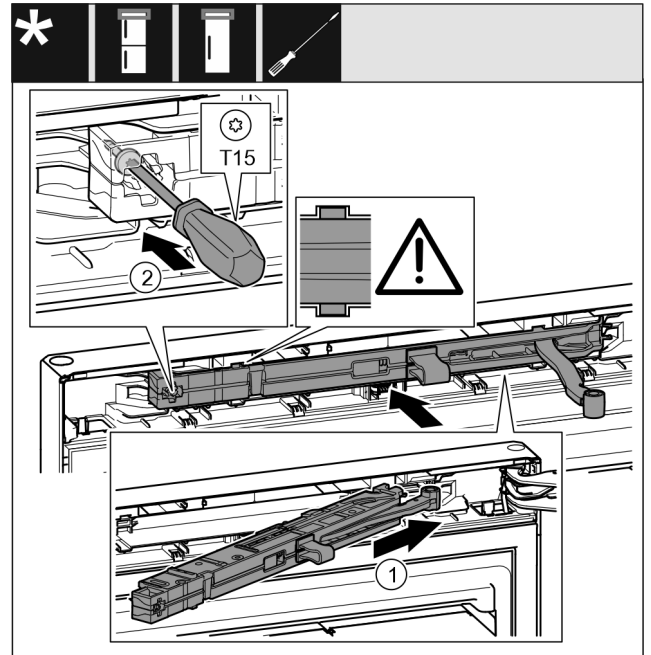

Fig. 29
- ▶ Schließdämpfereinheit Fig. 29 (1) auf der Lagerbockseite bis zum Anschlag schräg in die Aussparung einschieben.
- ▶ Schraube Fig. 29 (2) mit einem Schraubendreher fest-schrauben.